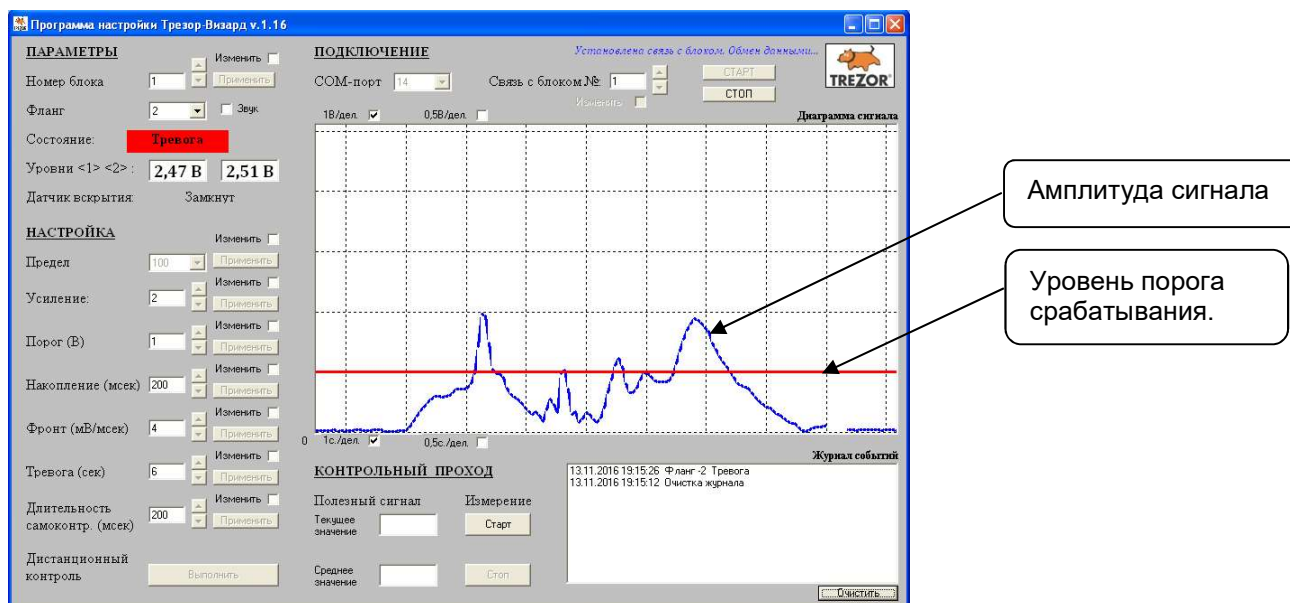

Рисунок 4
4.1.5. При удачном соединении на панели программы отображается (рис. 4):
В окне «Диаграмма сигнала» отображается значение «полезного» сигнала в режиме реального времени и уровень заданного порога. В поле «журнал событий» регистрируются события по текущему флангу и действия оператора (рис. 4).